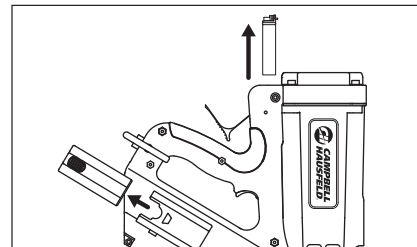

Figure 26
1. Retirer la pile à combustible et la batterie de l'outil (voir la figure 26).